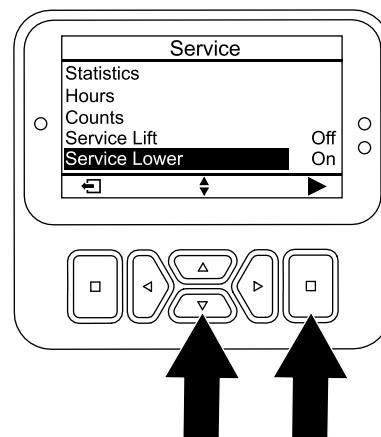

Figura 167
6. Prima o botão para baixo até a opção SERVICE LOWER estar seleccionada, depois prima o botão de seleção (Figura 167).